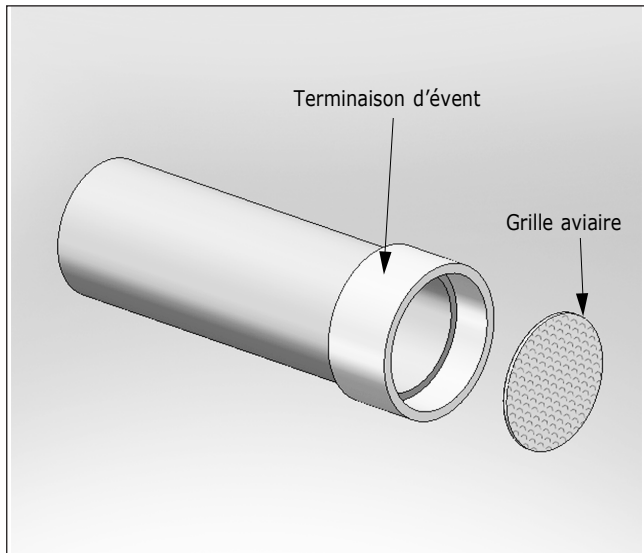
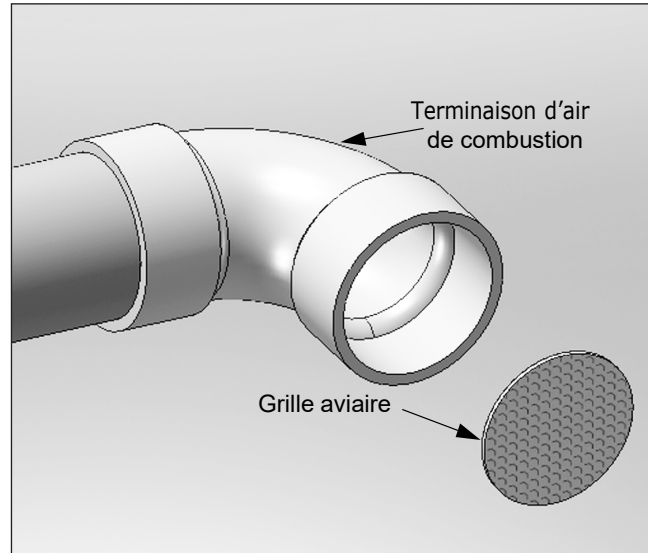

Fig. 9 - Installation de grille aviaire sur tuyauterie d'évent murale
Fig. 10 - Installation de grille aviaire sur tuyauterie d'air de combustion murale
1. Les terminaisons d'air de combustion et d'évent doivent inclure une grille aviaire fournie par l'usine et installée comme illustré aux fig. 9 et Fig. 10 en page 18.
1. Les terminaisons d'air de combustion et d'évent doivent inclure une grille aviaire fournie par l'usine et installée comme illustré à la Fig. 3 en page 14 et à la Fig. 10 en page 18.